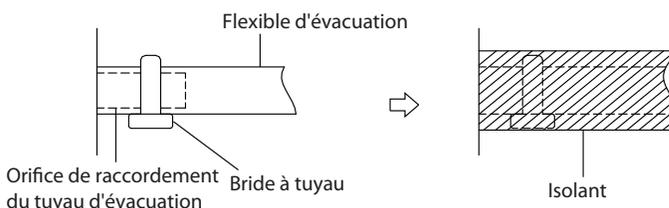

Figure 12 – Installation du tuyau d'évacuation du module intérieur
2. Branchez l'extrémité du flexible d'évacuation au tuyau de sortie du module. Gainez l'extrémité du flexible et fixez le flexible à l'aide d'une bride à tuyau (consultez la figure. 12).